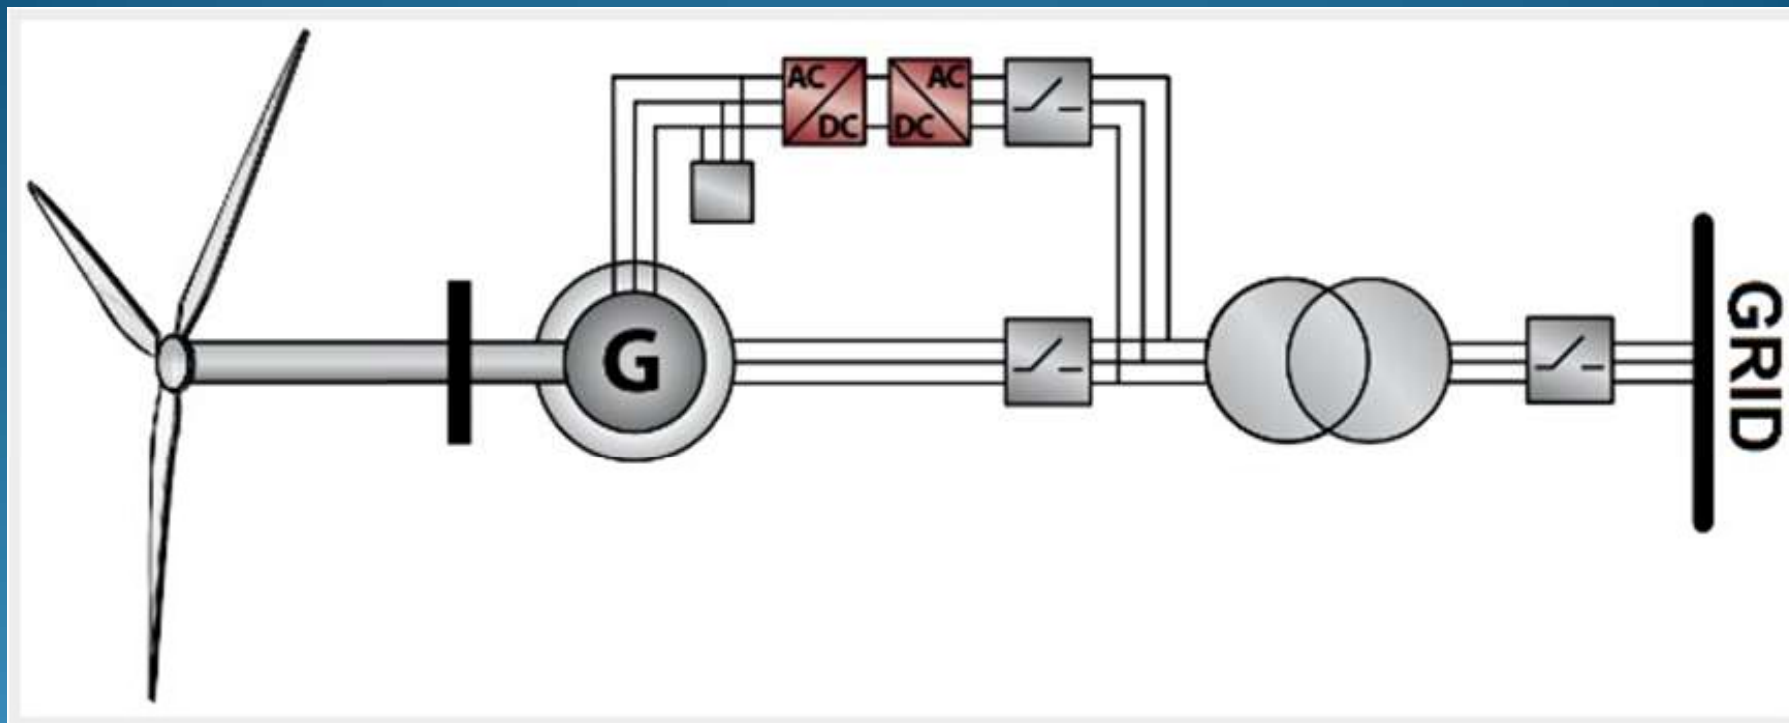

Figura 1 – Turbina Eólica – Gerador acionado diretamente pelo eixo da turbina
a) Gerador acionado diretamente pelo eixo da turbina (Figura 1)